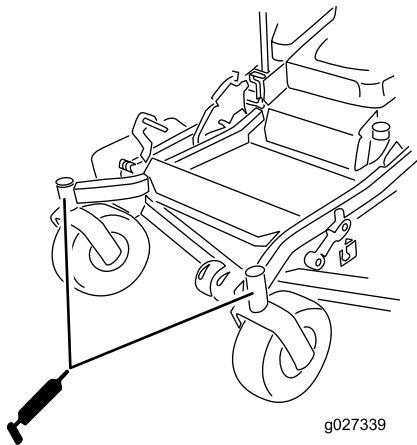

Figure 46
12. Remettez le bouchon hexagonal et le capuchon protecteur en place (Figure 46).
13. Graissez les roulements des roues pivotantes (Figure 46).